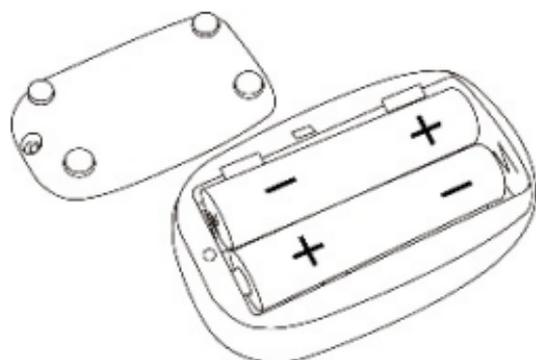

Figura 3 Instalación de las pilas
Paso 1. Refiérase a la Figura 3 e inserte dos pilas de tamaño AAA en la dirección correcta.